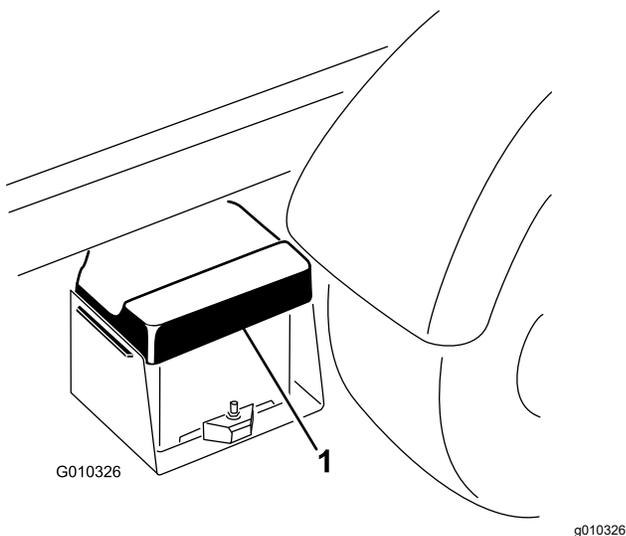

Рисунок 51
1. Сожмите крышку аккумулятора, чтобы высвободить лапки из его основания, и снимите крышку с основания аккумулятора (Рисунок 51).